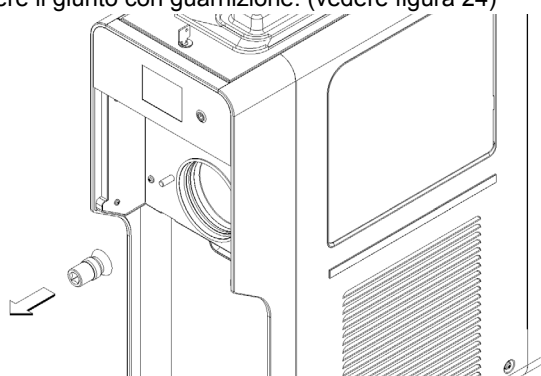

figura 24
- 9** Rimuovere il giunto con guarnizione. (vedere figura 24)